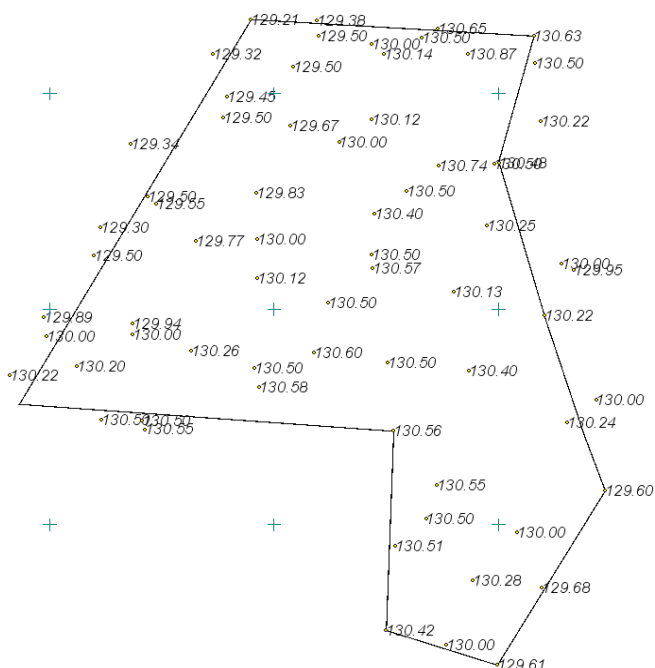

Рис. 3.15
7. Аналогично предыдущему пункту создайте точки с соответствующими отметками на горизонталях. В данном случае достаточно 3-4 точки на горизонталь (рис. 3.15).